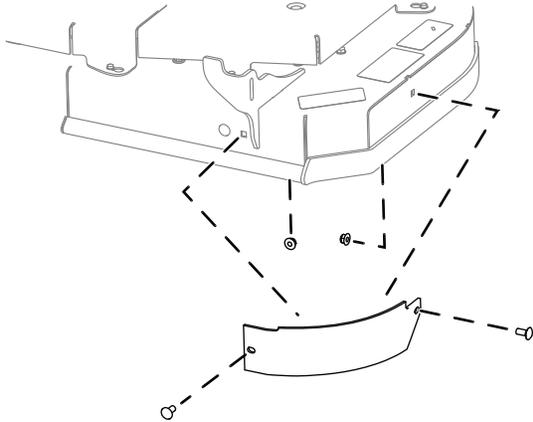

Рисунок 1
- Отверните 2 болта с 2 гайками, которые крепят дефлектор к деке, и снимите дефлектор (Рисунок 1).